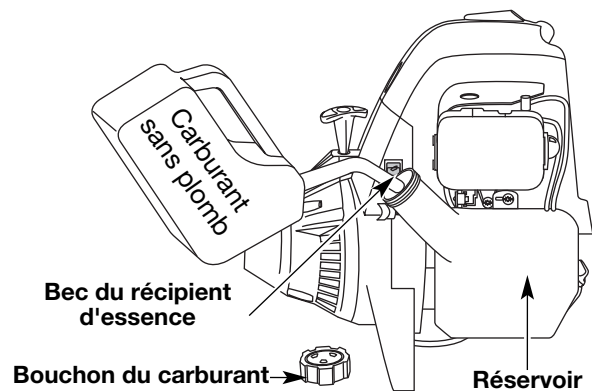

Figure 9
1. Déposez le bouchon à essence (Fig. 9).
2. Placez le bec du récipient d'essence dans l'orifice du réservoir (Fig. 9) et remplissez celui-ci.